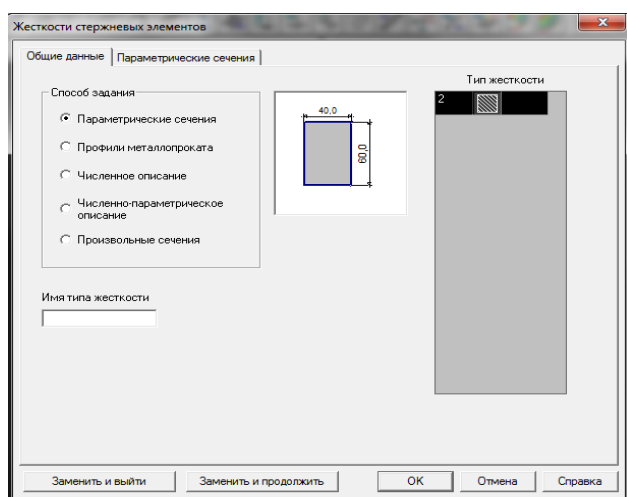

Рисунок 1.10 – 1-ая страница диалогового окна SCAD для выбора способа задания жесткости стержневых элементов
8. Назначение жесткостей стержневых элементов (материал, поперечное сечение и коэффициенты упругого основания) осуществляется нажатием кнопки  вкладки **Назначения** инструментальной панели. При этом появляется многостраничное диалоговое окно **Жесткости стержневых элементов**, на первой странице которого (**Выбор типа жесткости**) необходимо активизировать опцию **Параметрические сечения**, поставив маркер в соответствующем поле (рис.1.10.)